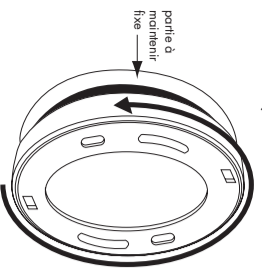

FIGURE 5
- Désolidariser le détecteur de fumée de son support de fixation en le faisant tourner dans le sens inverse des aiguilles d'une montre (Voir figure 5).